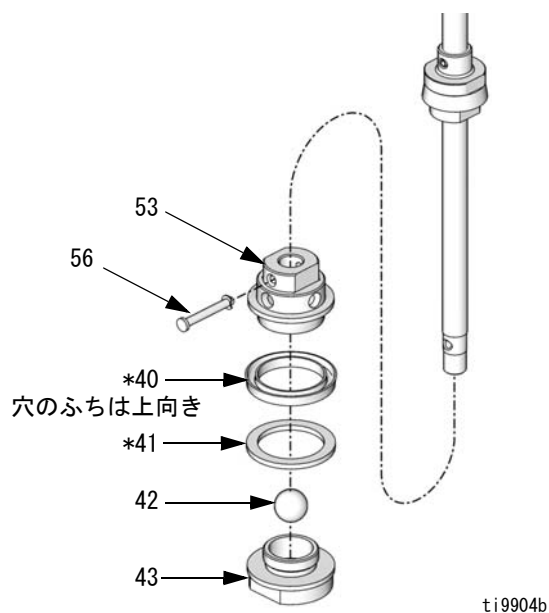

図 20
8. ピン (56) を取り外します。ピストンバルブ組立品を取り外します。ピストン筐体 (53) からピストンバルブ (43) のネジを抜きます。摩耗リング (41*)、U カップ (40*) およびボール (42) を外します。損傷がないか、すべての部品を点検します。図 20 を参照のこと。